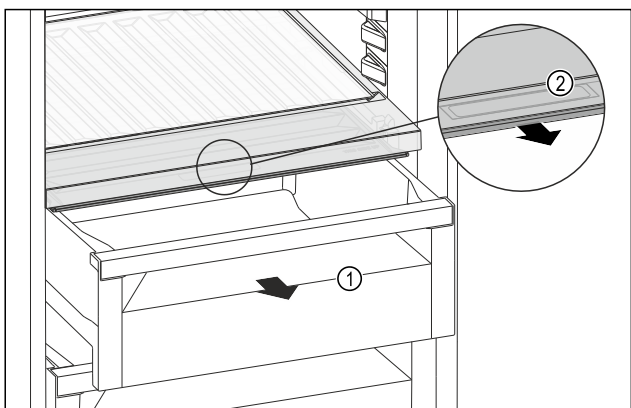

Fig. 219
- ▶ Извлеките выдвижной ящик Fig. 219 (1).
- ▶ Возьмитесь за утопленную ручку Fig. 219 (2) на крышке отделения и одновременно потяните крышку отделения вперед.